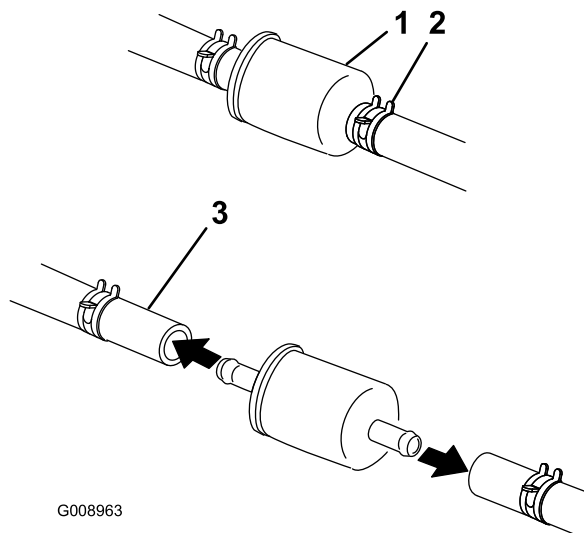

図 45
5. 運転席の下にある燃料バルブを閉じる (図 45)。
6. 古いフィルタのクランプをゆるめて脇に寄せる (図 45)。
8. 新しいフィルタをホースに取り付け、クランプで固定する (図 45)。